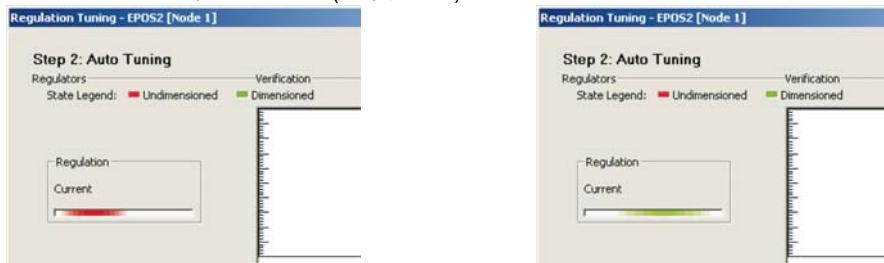

図 3-31 制御ゲイン・チューニング – ステータス・バー
- まず始めに、制御ゲインの調整を行います。その間、モータ出力軸は振動し、モータから異音が発生します。また、ステータス・バーは赤色で動いています。（→ 図 3-31, 左側）
- 次に、見つけられた制御ゲインはモータを動かし確認します。そのときステータス・バーは緑色に変わり動いています。（→ 図 3-31, 右側）